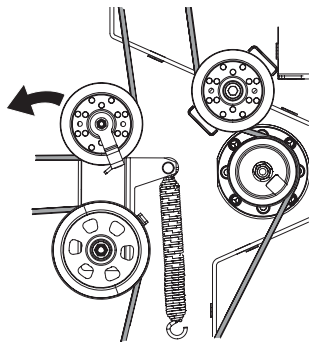

Figura 53
- Tire del lado derecho de la correa de la PTO hacia atrás y coloque el lado V angosto de la correa de la PTO en la polea de la PTO (Figura 53).